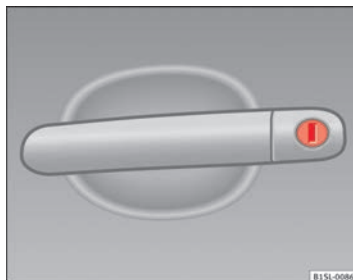

Fig. 127 Poignée de la porte du conducteur avec barillet de serrure. ►
- Introduisez le panneton dans le barillet de serrure et déverrouillez ou verrouillez le véhicule ⇒ fig. 127.